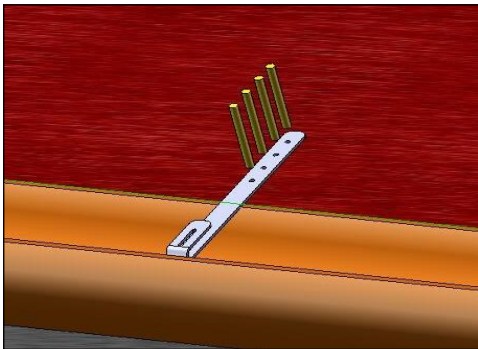

fig.4
Montaggio (fig. 4 – 5 – 6 – 7)
- Utilizzando una piattaforma di lavoro in sicurezza, fissare la staffa di aggancio sulla superficie del tetto, mediante tasselli M8 in grado di sopportare gli sforzi elencati nel punto 5 a pag. 4 (fig. 4 a pag. 9);